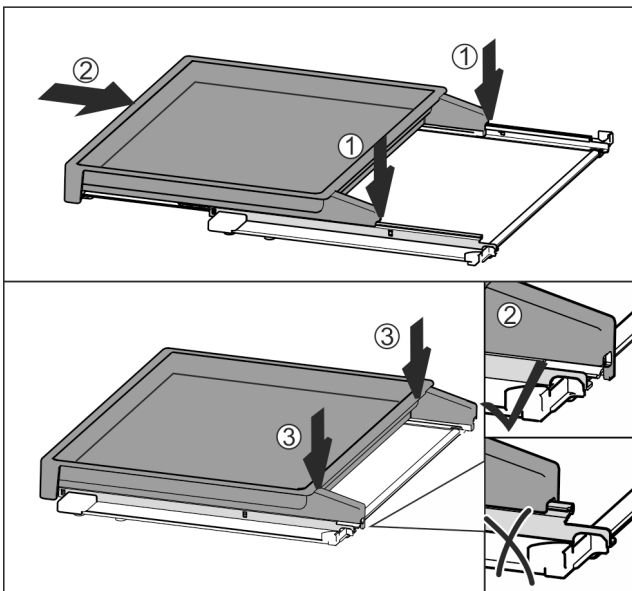

Fig. 37
- ▶ La poser au centre sur les rails Fig. 37 (1).
- ▶ Insérer complètement la bordure télescopique Fig. 37 (2).
- ▶ Appuyer sur sa partie arrière jusqu'à ce qu'elle s'enclenche de manière audible Fig. 37 (3).